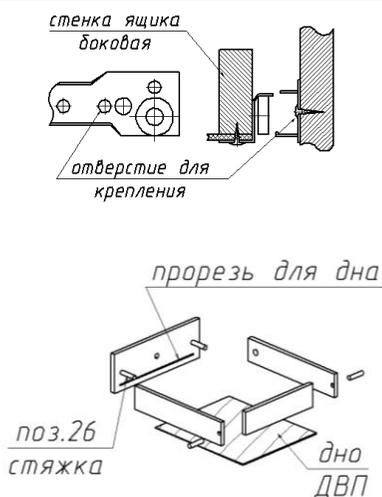

Рис.3
4. Собрать ящики в прилагаемой последовательности (рис.3).